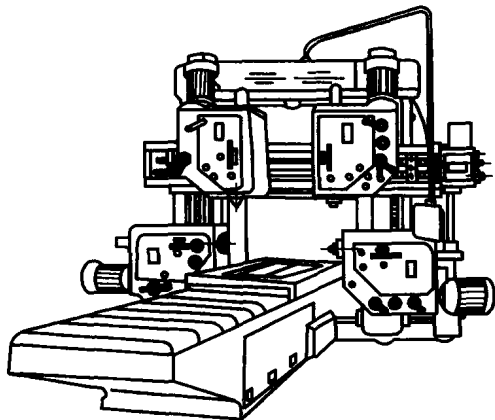

图 1-5 X2010C 型龙门铣床
1) X2010C 型龙门铣床具有框架式结构, 刚性好。该铣床有三轴和四轴两种布局形式。四轴龙门铣床的外形如图 1-5 所示, 它带有两个垂直主轴箱和两个水平主轴箱, 能安装 4 把铣刀同时进行铣削。三轴龙门铣床比四轴龙门铣床少一个垂直主轴箱。